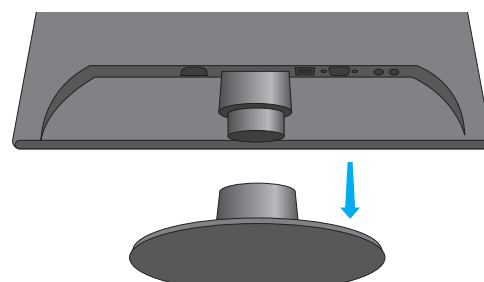

Fig. 1.2
- 3 Retirez (s'il est attaché) et jetez le support de base du moniteur (voir Fig 1.2).